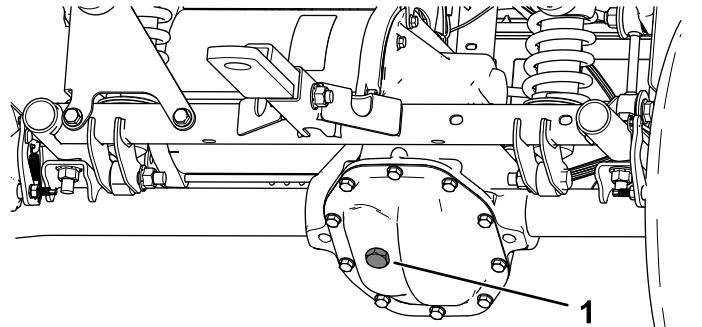

Figura 53
4. Retire el tapón de llenado del transeje (Figura 53).
5. Si el nivel de fluido es bajo, retire el tapón de llenado y añada fluido del tipo especificado hasta que salga del orificio (Figura 53).
4. Retire el tapón de llenado del transeje, y llene el transeje con el fluido especificado hasta que salga del orificio de llenado (Figura 53).